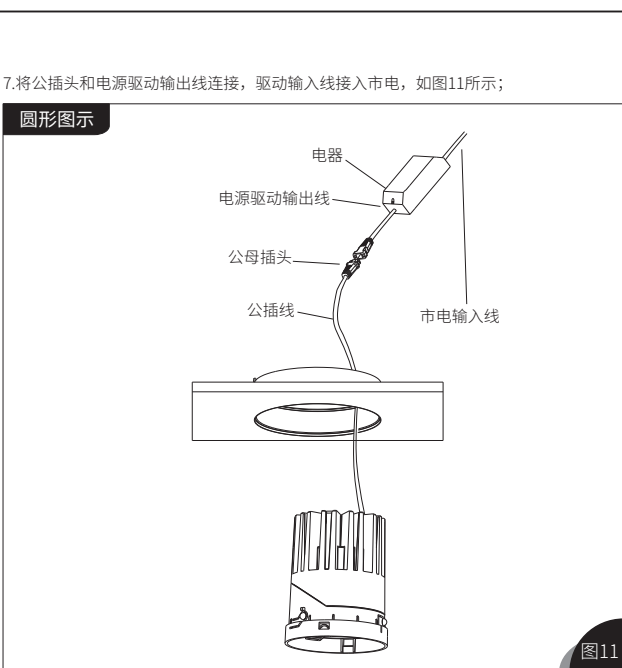

图11
7.将公插头和电源驱动输出线连接，驱动输入线接入市电，如图11所示；